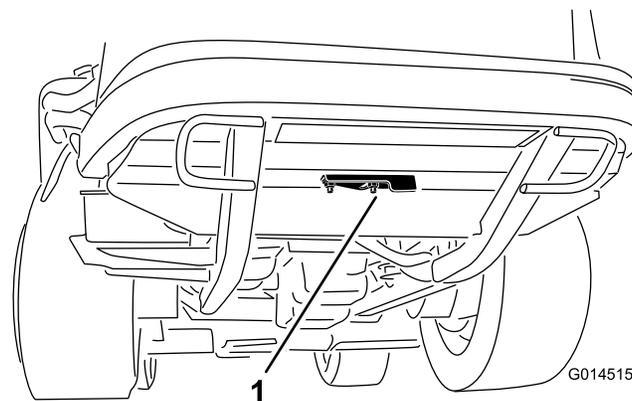

Figura 42
2. Afloje la tuerca con arandela prensada que sujeta la tapa del hueco de limpieza a la parte inferior del bastidor trasero (Figura 42). Gire la tapa a un lado para tener acceso al hueco de limpieza en el bastidor.